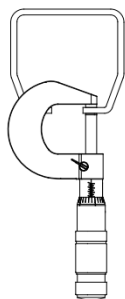

Abb. 57
- Alle sechs Monate die Laufflächen der Laufschienenprofile und Schienenbögen mit einem Mikrometer auf Verschleiß prüfen (Abb. 57). Nachstehend finden sie eine Tabelle mit der Nenndicke und der zulässigen Mindestdicke der Schienenprofile für jede Serie.